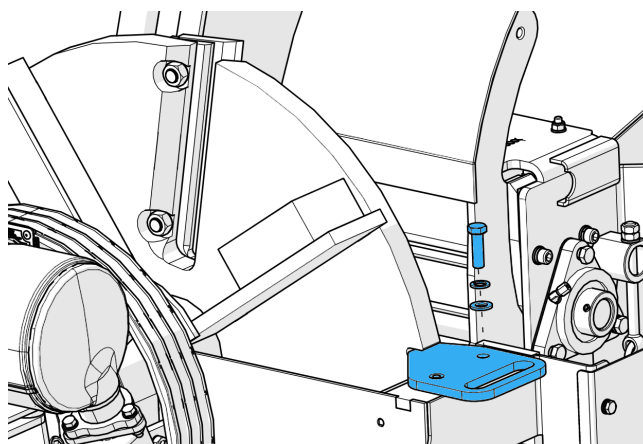

Figure 55 - Installation de l'outil de blocage du volant.
6. Tourner le volant moteur jusqu'à qu'il se positionne de verrouillage. (Figure 55).
7. Insérer l'outil de blocage de volant dans la rainure sur le volant. La rainure devient visible dès que la roue est dans la position correcte. (Figure 55).